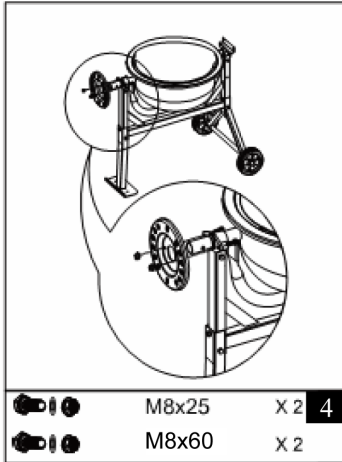

Рис. 9
1. Аккуратно установите блокирующую пластину на ось (большого диаметра) поворотного колеса (рис. 9). Закрепите ее с помощью двух болтов M8x25 с шайбами из пакета №4.